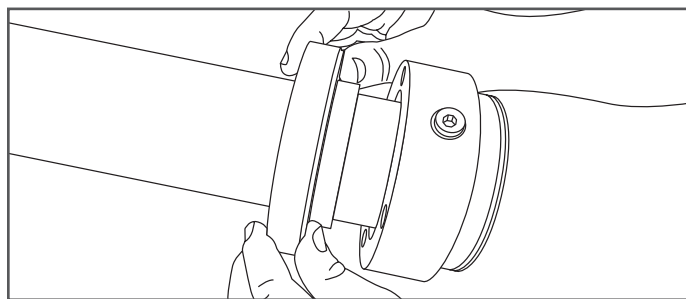

Figure 8-5
5. Une fois la partie arrière séparée de la partie centrale du raccord DoubleTrac®, glissez-la suffisamment loin pour permettre à la partie centrale de ce dernier de reculer et d'exposer ainsi les anneaux fendus (Figure 8-5).